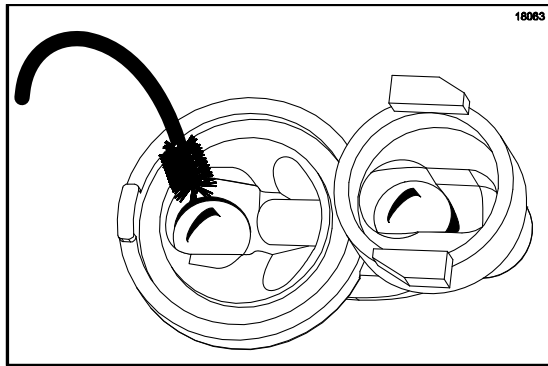

Рисунок 82
4. Вставьте черную экранированную щетку в верхнюю часть впускного клапана. Очистите этот участок, особенно около стального шарика. (См. рис. 82)